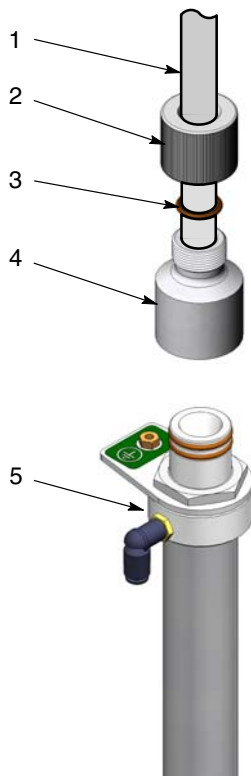

Figura 7 Gruppo adattatore del tubo di raccolta
NOTA: I gruppi adattatore del tubo di raccolta sono disponibili per tubi di raccolta con o senza o-ring esterno. La figura 7 mostra un tubo di raccolta con o-ring esterno.
1. Vedi figura 7. Tagliare a squadra l'estremità del tubo di aspirazione (1) con un'apposita taglierina.
2. Inserire circa 5 centimetri del tubo di aspirazione nel dado di tenuta (2).
3. Montare l'o-ring (3) sul tubo di aspirazione.
4. Inserire il tubo di aspirazione nell'adattatore della pompa (4) finché tocca il fondo.
7. Montare il gruppo adattatore sul tubo di raccolta (5) con un leggero movimento rotatorio.